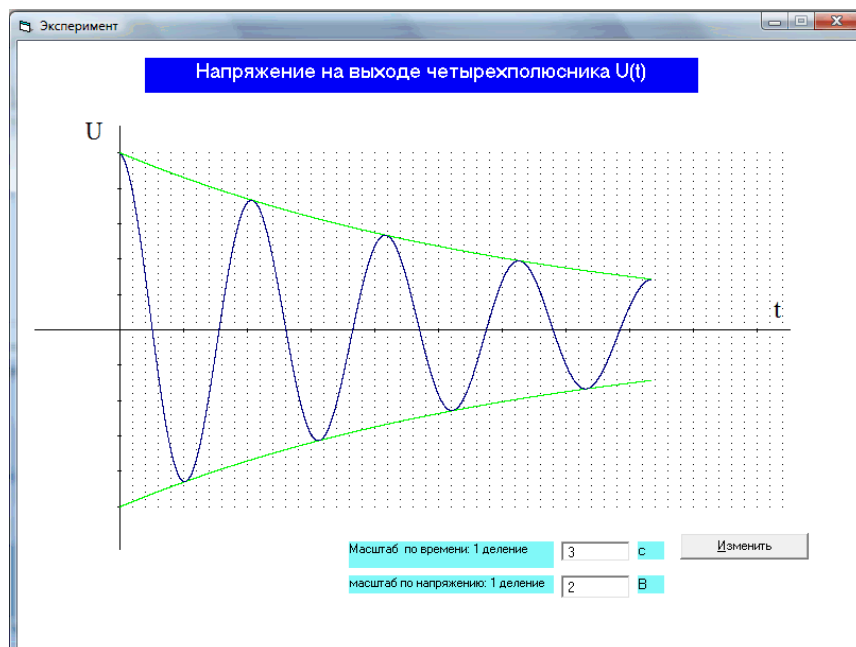

Рисунок 3– Окно функциональной зависимости
2.4. Нажать на кнопку «ОК» и получить переходную характеристику или зависимость напряжения на выходе четырехполюсника от времени. По графикам определить установившееся значение напряжения и ее свободную составляющую рисунок 3.